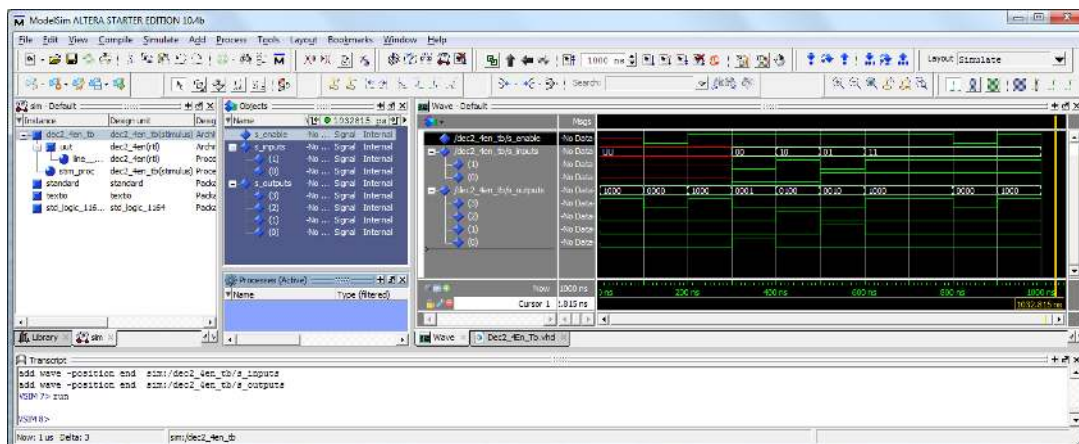

Figura 8 – Resultados de simulação do decodificador binário de 2→4 com *enable* “Dec2\_4En.vhd” com a *testbench* “Dec2\_4En\_Tb.vhd”.
11. Execute a simulação, especificando previamente o tempo pretendido (e.g. 1000 ns tal como ilustrado na Figura 8) e premindo “Run”. A janela “Wave” deve ser atualizada à medida que a simulação progride. Analise os resultados e no final feche a aplicação “*ModelSim Intel FPGA Starter Edition*” de seguida o projeto.